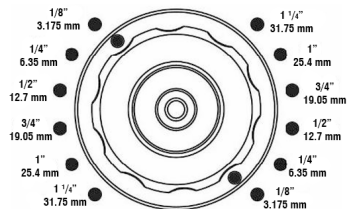

Fig. 7 – Limitador de profundidade
A PLAINA DESENGROSSADEIRA PDV 1500 VONDER possui um limitador de profundidade (6) com seis posições. O limitador permite a pré-configuração da espessura desejada da peça a ser trabalhada (Fig. 7).